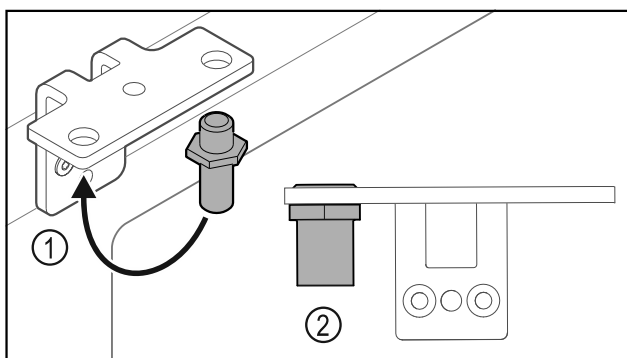

Fig. 24
- Spostare il perno Fig. 24 (1) nella cerniera angolare.
- Serrare il perno Fig. 24 (2) con una **coppia di 12 Nm**.